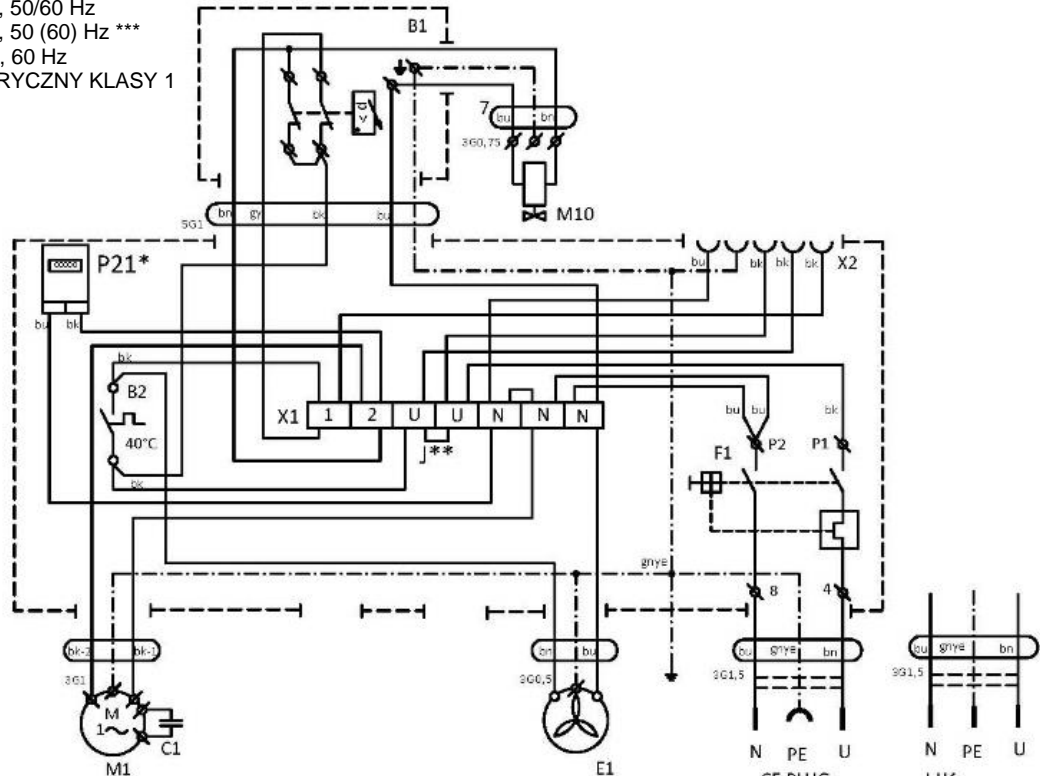

Rys.12
- Połącz elektrycznie obudowę ze sprężarką, wkładając wtyczkę załączonego przewodu zasilania (1) do gniazda. (rys. 12)
- Zlikwiduj połączenie elektryczne obudowy ze sprężarką, wyjmując wtyczkę (1) z gniazda, po uprzednim zwolnieniu zatrzasku.
- Sprawdzić połączenie złącza obudowy ze sprężarką. (rys. 12)
(rys. 12)